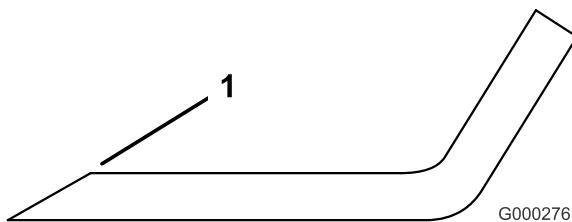

Figura 82
- Affilate i taglienti da entrambe le estremità della lama con una lima (Figura 82). Rispettate l'angolazione originale. La lama conserva il proprio equilibrio soltanto se viene rimossa una quantità uguale di materiale da entrambi i taglienti.